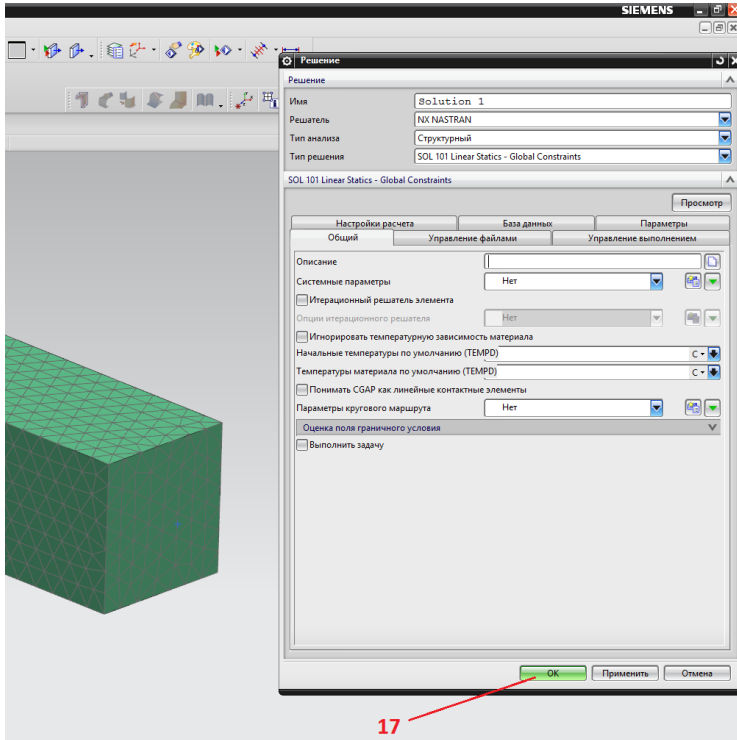

Рисунок 12. Окно выбора «Тип ограничения»
Для расчета необходимо создать ограничение для модели (рисунок 12). Выбрать на панели инструментов вкладку «**Тип ограничения**» (18) и выбрать в нем «**Заделка**» (данный тип ограничения ограничивает выбранные узлы элементов по всем степеням свободы). Выбрать грань на одном конце балки и нажать «**ОК**».